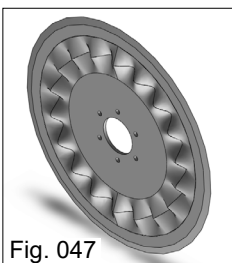

Fig. 047
b) Disco de corte de 20" corrugado: Recomendado para todos os tipos de solo com presença de palhada. Corta e espalha a palhada à frente do sulcador, prevenindo o envelopamento da semente e o espelhamento do sulco (Fig. 047).